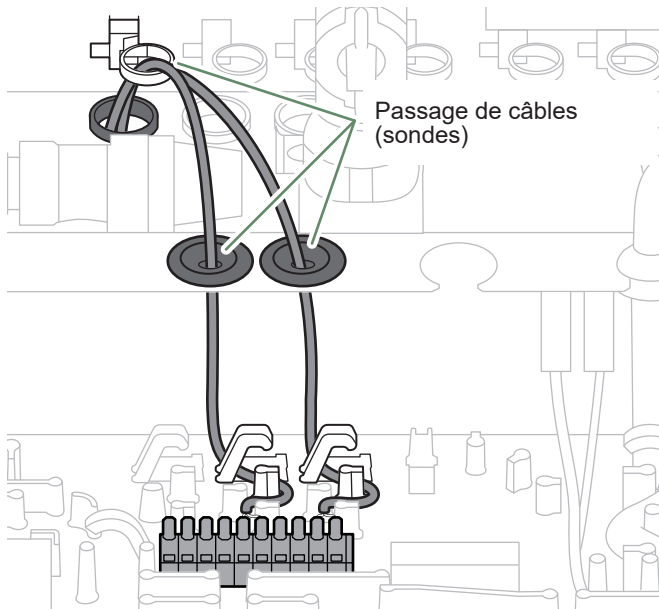

fig. 41 - Passage de câbles TBTS
- Veiller à ce que tous les câbles électriques sont logés dans les espaces prévus à cet effet (fig. 41).